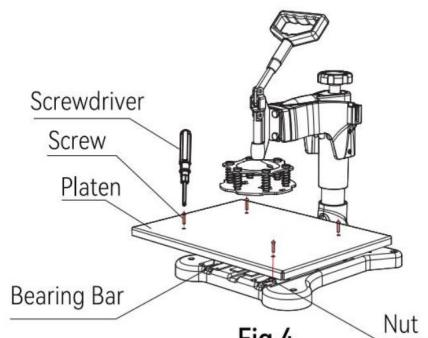

Fig 4
4. Plaats de tafelplaat plat op de draagbalk, lijn de plaat uit met het gat in de draagbalk, plaats de schroef en zet deze vast met een schroevendraaier (zoals weergegeven in afbeelding 4).